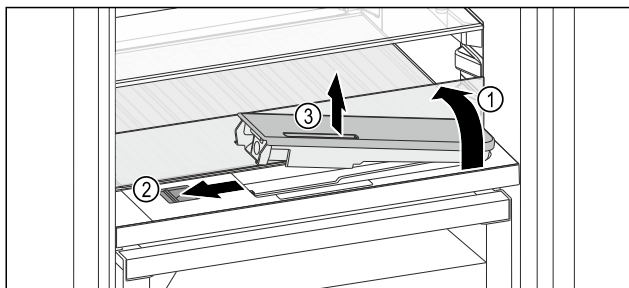

Fig. 129
- Emelje meg az üveglapot, és hajtsa hátra ütközésig Fig. 129 (1).
- Tolja balra a tolokát Fig. 129 (2).
- Vegye ki a víztartályt Fig. 129 (3).